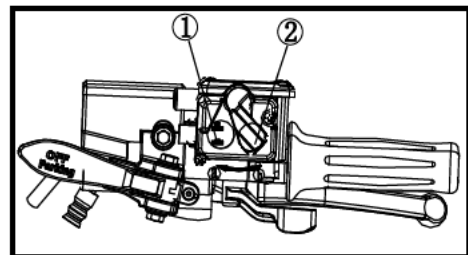

Рис.2 Флажок ② в положении ⑥
Переключатель блокировки дифференциала переднего моста "LOCK"/"4WD" Рис.2 поз.①